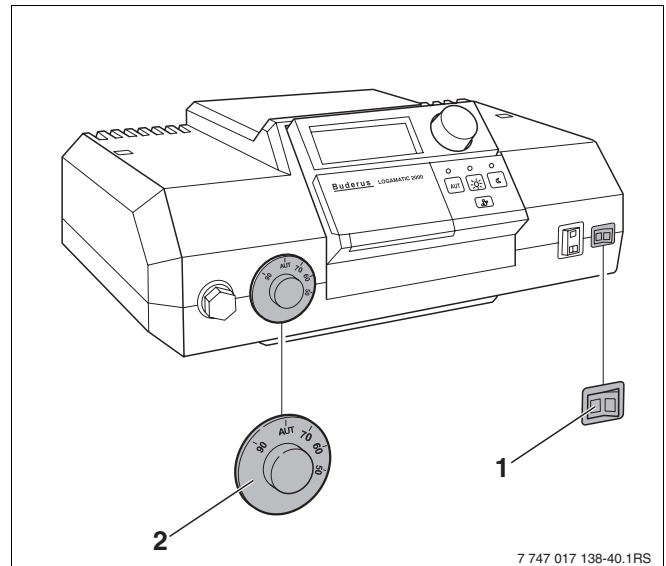
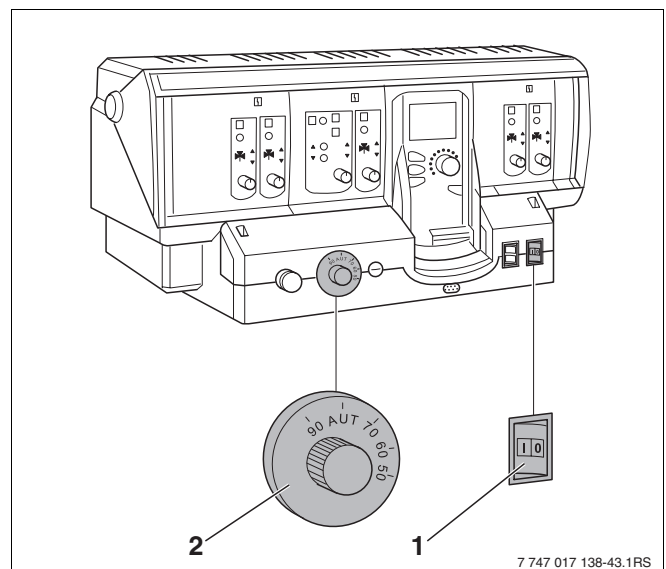

Bild 3 Regelgerät (hier z. B.: Logamatic 2107)
Bild 4 Regelgerät (hier z. B.: Logamatic 4211)
Nehmen Sie Ihren Heizkessel über das Regelgerät Abb. 3 und Abb. 4 in Betrieb. Mit der Inbetriebnahme des Regelgerätes nehmen Sie automatisch den Brenner mit in Betrieb. Der Brenner kann anschließend vom Regelgerät gestartet werden. Weitere Informationen dazu können Sie in der Bedienungsanleitung des jeweiligen Regelgerätes nachlesen.
- Stellen Sie den Betriebsschalter (Bild 3, **Pos. 2** und Bild 4, **Pos. 2**) in Stellung „I“ (EIN).
- Stellen Sie den Kesselwassertemperaturregler (Bild 3, **Pos. 1** und Bild 4, **Pos. 1**) auf „AUT“. Bei Konstantregelung auf die gewünschte Temperatur (min. 65 °C) einstellen.